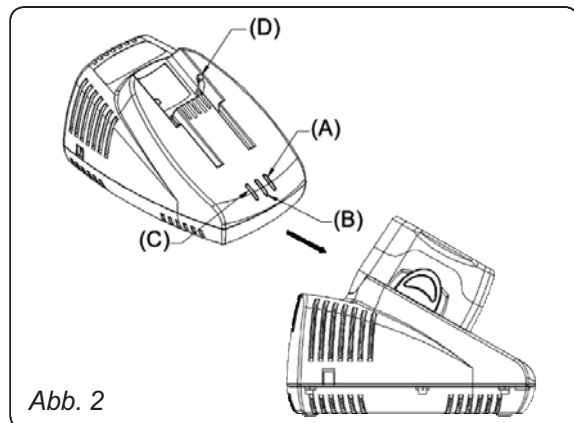

Abb. 2
Stellen Sie sicher, dass die Netzspannung der Spannung, angegeben auf dem Typenschild des Ladegerätes entspricht. Schließen Sie das Ladegerät zum Netz. Das orange Licht (A) Abb.2 soll aufleuchten. Das bedeutet, dass das Ladegerät betriebsbereit ist.